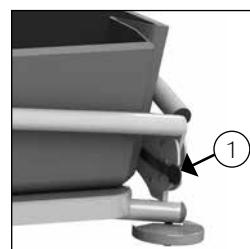

Figure 4 Verrouillage de la barrière latérale.
- La barrière latérale est équipée d'une sécurité qui empêche la personne se trouvant sur le brancard de soulever seule barrière latérale (*Cf. figure 4*).
- Pour déverrouiller la sécurité, tirez d'une main sur la languette qui dépasse et soulevez de l'autre la barrière latérale en la prenant par son centre (1) (*Cf. figure 4*).